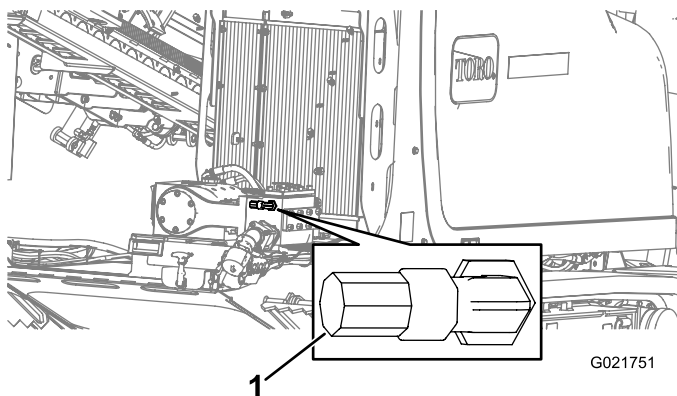

Figure 157
5. Branchez le tuyau d'arrosage auxiliaire au raccord (Figure 157).